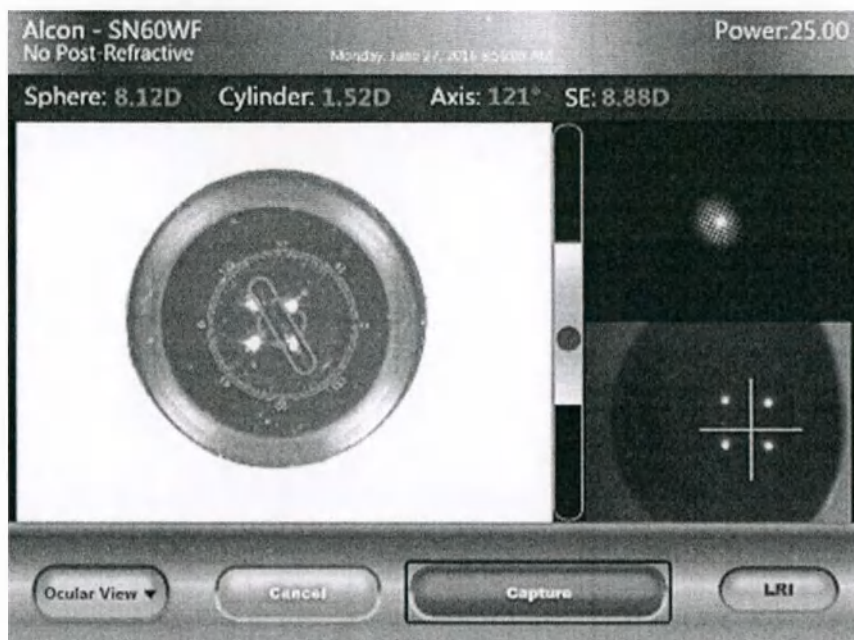

Рисунок 189. Захват LRI в системе ORA
- Нажмите кнопку **Capture (Захватить)** или ножную педаль, чтобы инициировать измерение (Рисунок 189).